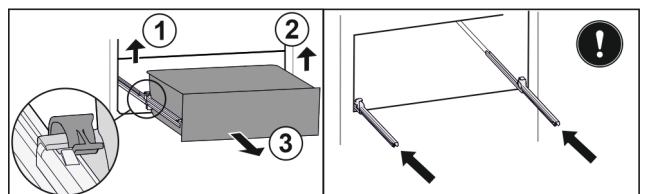

Fig. 89
- Soulever la bride gauche et tirer dans le même temps la partie gauche du tiroir vers l'avant. Fig. 89 [1]
- Soulever la bride droite et tirer dans le même temps la partie droite du tiroir vers l'avant. Fig. 89 [2]
- ▶ Retirer le tiroir par l'avant. Fig. 89 (3)